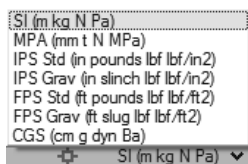

图 5-2
- 5) 单击模型视窗右下角的单位系统选择器，将默认单位系统设置为 SI (m kg N Pa)，如图 5-2 所示。